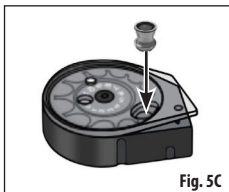

Fig. 5C
4. Halten Sie einen Finger unter das Magazin, um die Öffnung abzudecken, und platzieren Sie das erste Geschoss mit dem Kopf voran im Magazin (Abb. 5C). Stellen Sie sicher, dass das Geschoss nicht über die Rückseite des Magazins hervorsteht. Wenn das Geschoss hervorsteht, drücken Sie das Geschoss einfach nach innen.